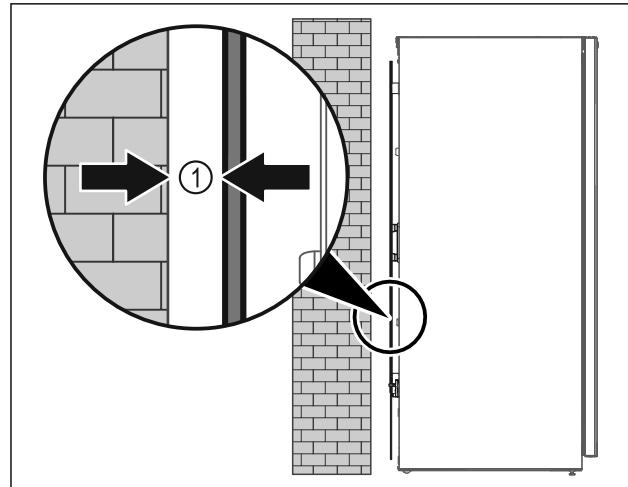

Fig. 10
- Zariadenie inštalujte voľne v priestore alebo priamo na stenu v minimálnej vzdialosti 5 mm Fig. 10 (1).